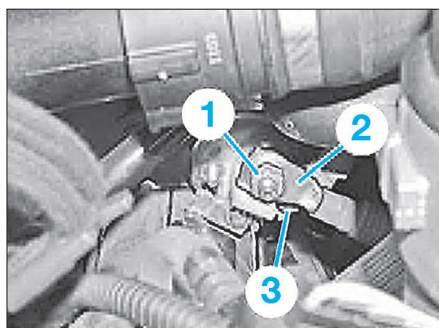

FIG. 3
- Déposer l'écrou (1) (Fig.3).
- serrer les écrous de fixation des câbles à 0,7 daN.m (M6) ou 1,3 daN.m (M8) (Fig.3).